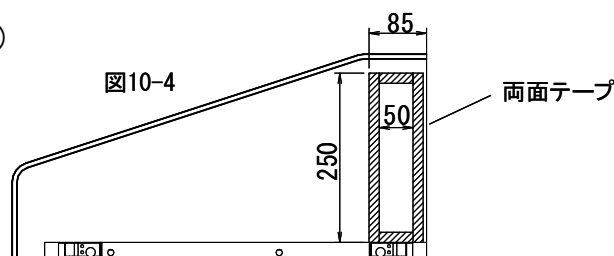

図10-4
(4) 両面テープの貼付 ※ハイバックカウンタータイプの場合のみ
- 両面テープを貼付けてください。(図10-4)